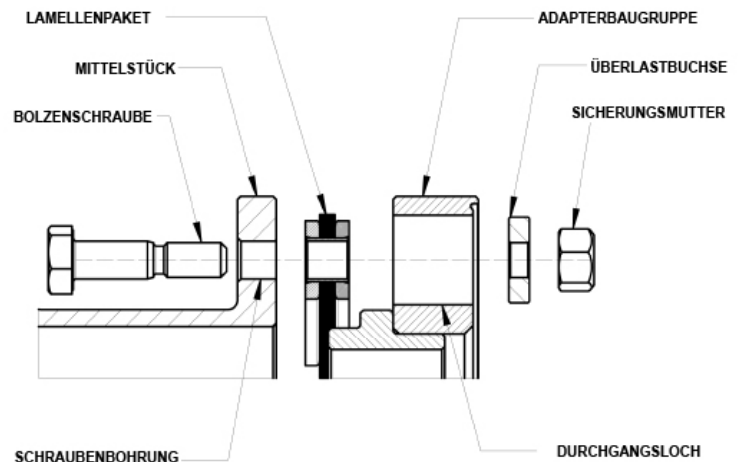

Abbildung 11B
- 9.7 Schieben Sie nun alle verbleibenden Schrauben durch die Bohrungen in Mittelstück und Lamellenpaket (siehe Abb. 11B).